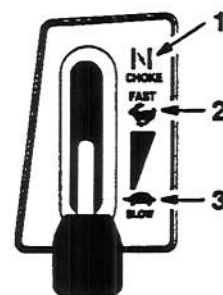

Figure 9
4. Mettre la commande des gaz sur CHOKE (STARTER) (Fig. 9).
6. Quand le moteur a démarré, amener lentement la commande des gaz sur FAST (RAPIDE) (Fig. 9). Si le moteur cale ou hésite, ramener la commande des gaz sur CHOKE pour quelques secondes. Ramener ensuite la commande sur FAST. Renouveler l'opération le cas échéant.
1. Mettre la commande des gaz sur SLOW (LENT) (Fig. 9).